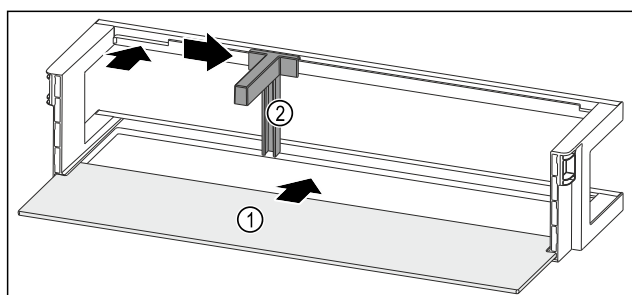

Fig. 87 Balconcino controporta con ripiano
- Inserire il ripiano Fig. 87 (1) negli incavi laterali.
- Inserire il portabottiglie Fig. 87 (2) nell'incavo.
- Far scorrere il portabottiglie Fig. 87 (2) lateralmente alla posizione desiderata.